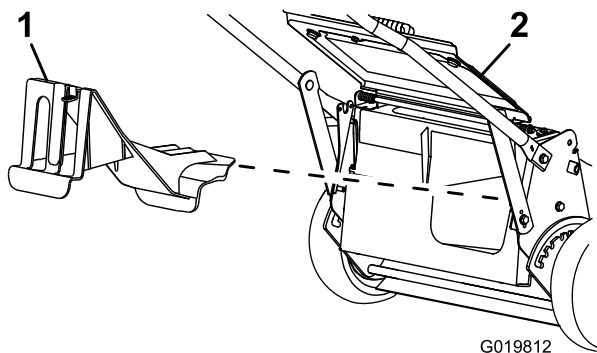

Figura 3
10. Para instalar el tapón de descarga trasera, sujételo por el asa, eleve el deflector trasero e introdúzcalo en el conducto de descarga trasera hasta que el enganche encaje en su sitio (Figura 3).